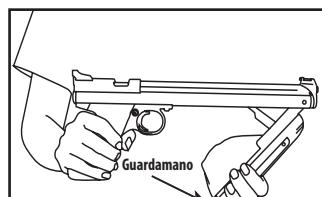

Fig. 3
3. Abra el guardamano completamente hasta que se detenga (Fig. 3). Sostenga firmemente el guardamano al abrirlo.
PRECAUCIÓN: RIESGO DE PELLIZCO: Coloque las manos en las mismas posiciones que se muestran en la Fig. 3. La colocación incorrecta de las manos puede provocar pellizcos si pierde el agarre del guardamano y pueden producirse lesiones. Use movimientos rectos al bombear la pistola de aire.